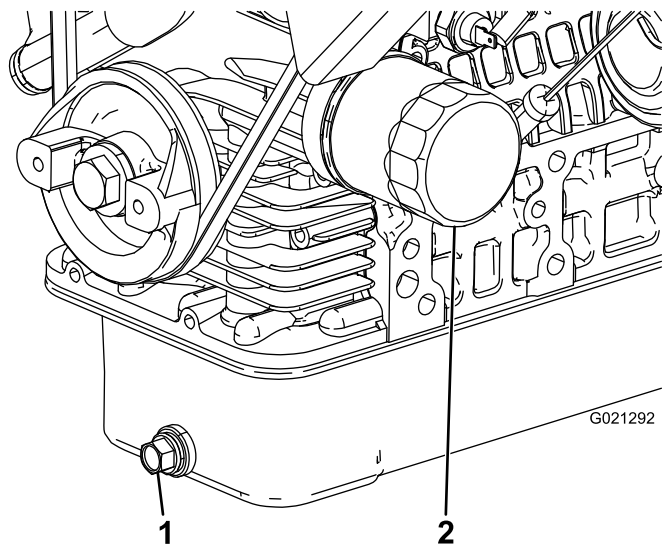

Figura 37
2. Scoateți buonul de golire și lăsați uleiul să curgă într-o tavă de golire (Figura 37).
4. Demontai filtrul de ulei (Figura 37).